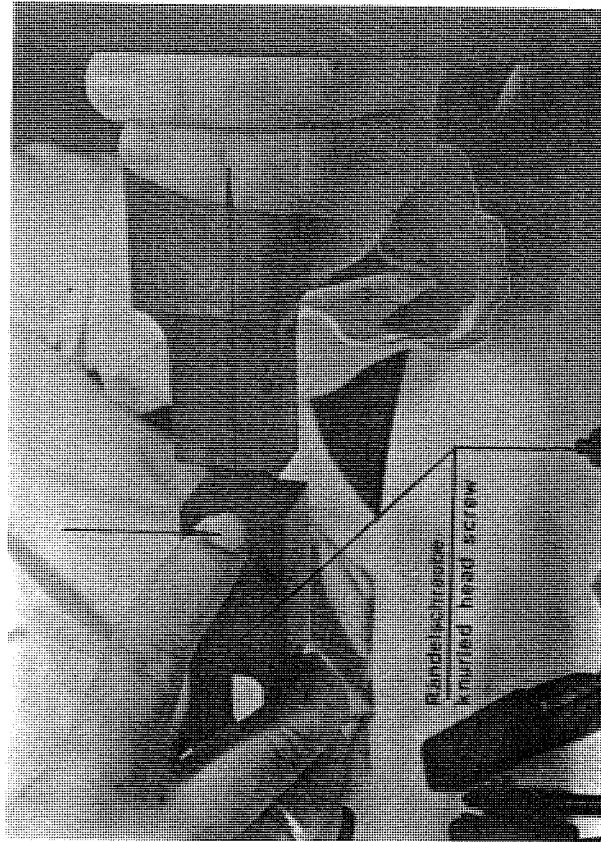

Abb. 12
16.1. Lösen Sie die Rändelschraube. Siehe Abb. 12
16.2. Der Lauf kann nach vorne abgezogen werden, wenn man mit dem Zeigefinger auf den Laufhalter drückt und gleichzeitig den Lauf nach vorne abzieht. Abb. 12